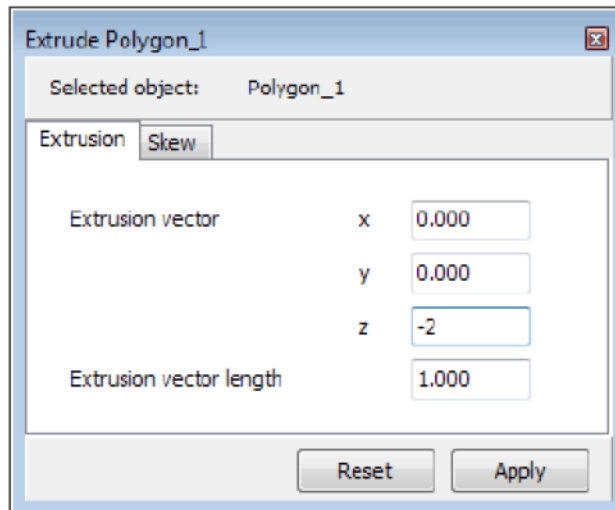

图 1.7 拉伸(Extrude)窗口
- 4) 在拉伸窗口(Extrude)将 z 值改成-2，如图 1.7 所示，点击应用按钮(Apply) 关闭窗口。